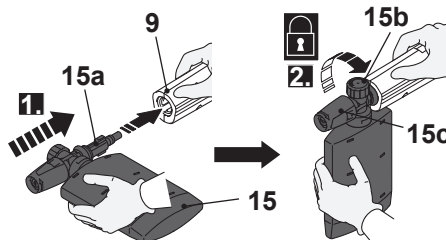

Fig. 13
2. Alinee e inserte las lengüetas (15a) del depósito de detergente (15) con las ranuras del puerto de conexión de la pistola de pulverización (9) (Fig. 13, paso 1).